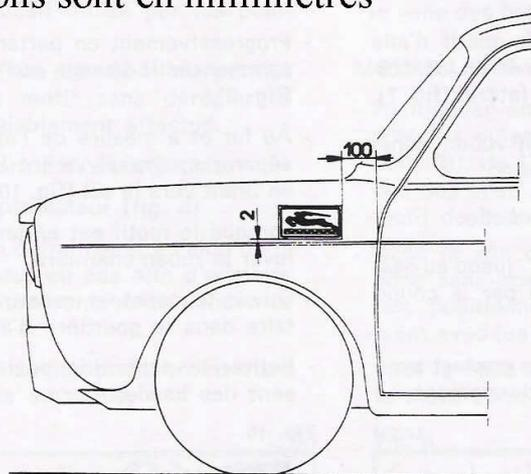

Fig. 11
- Tracer au crayon gras les repères portés sur la fig. 11.